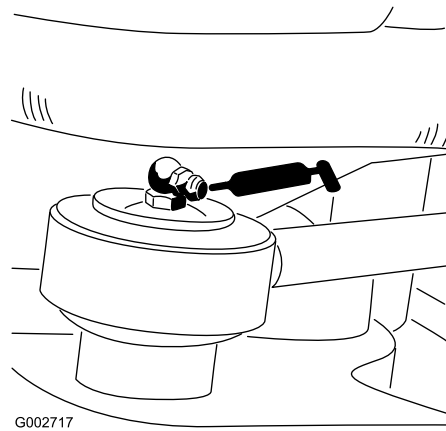

Bild 22
- Ende der Lenkzylinderstange (1), nur Modell 08705 (Bild 22)